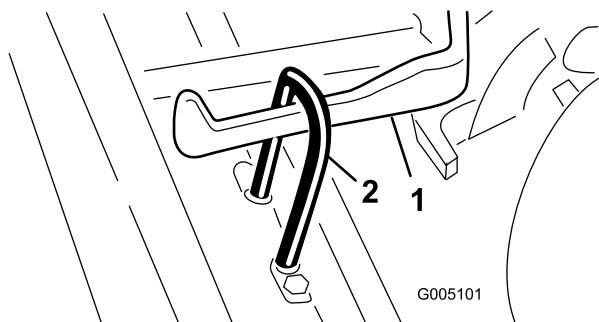

Figure 7
2. Poussez le plateau de coupe sous le cadre de traction en accrochant le crochet de relevage au bras de relevage (Figure 7).